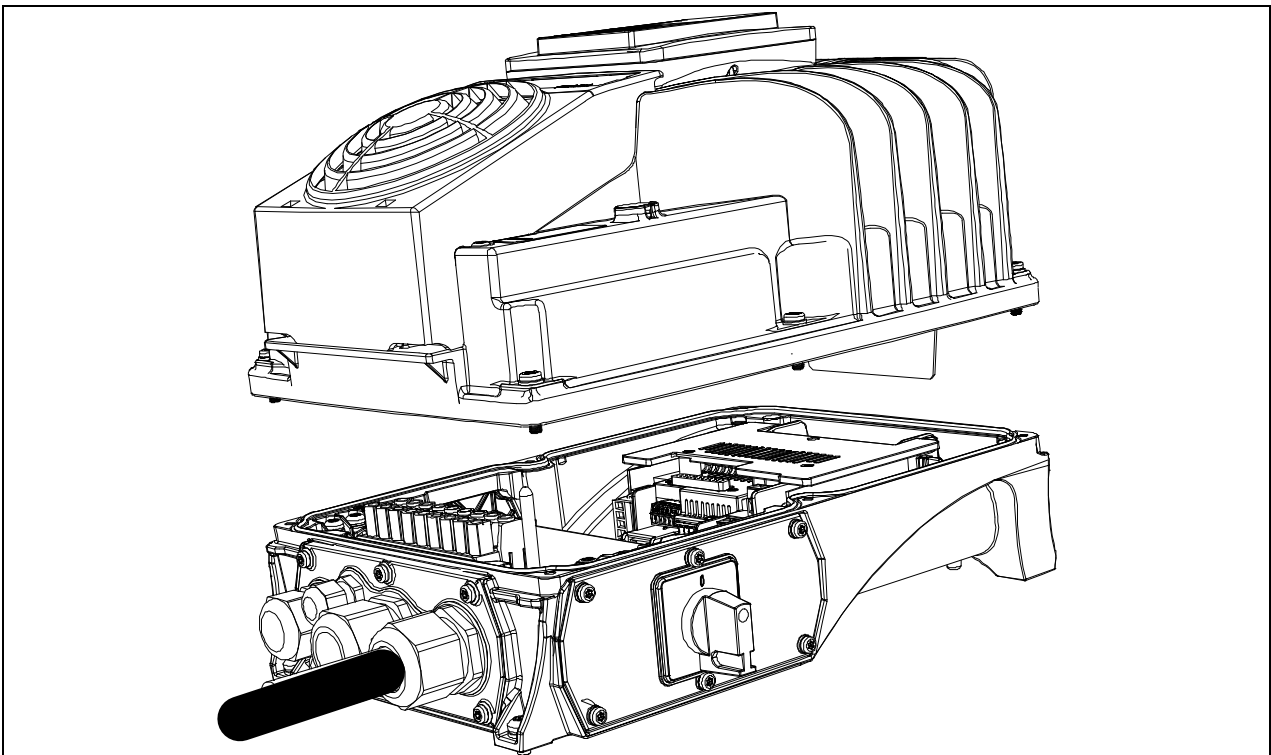

Figura 51. Montaje de la unidad de potencia en la caja de bornes.
- Montar la unidad de potencia en la caja de bornes con sus respectivos tornillos: el proceso de instalación se ha completado. Ver la Figura 51.